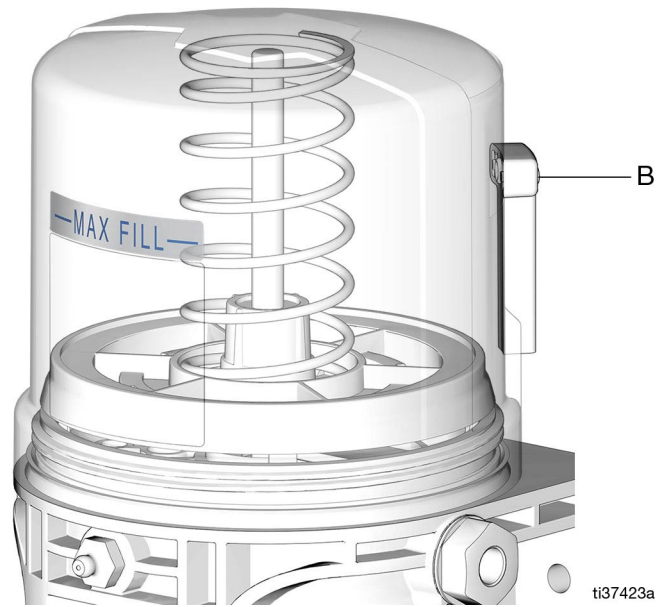

図 20
3. リザーバーに NLGI グリースを最高線 まで充填してください (図 20)。
注: ベントチューブ (B) は、過充填インジケータとして使用しないでください (図 20)。